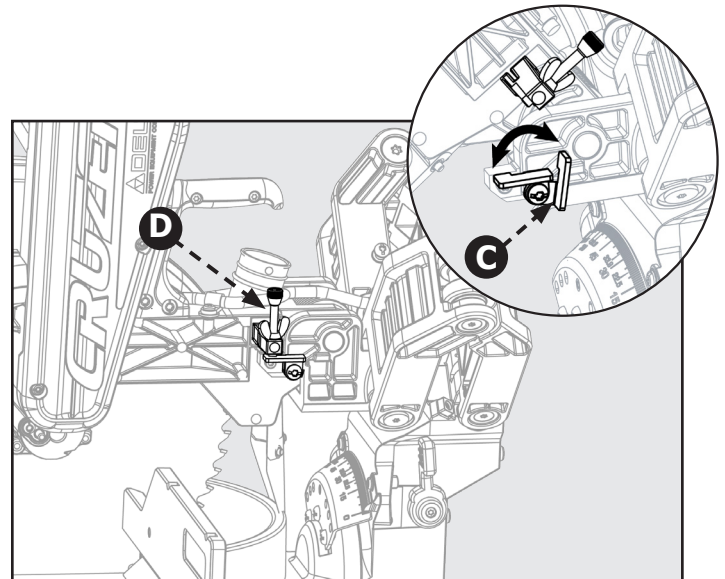

Figure 32
**Consultez la figure 32 et suivez ces instructions afin de régler la butée pour une profondeur spécifique de coupe :** tournez le support de la butée (C) dans le sens antihoraire vers le bas. La profondeur de la coupe peut maintenant être ajustée en tournant la vis d'ajustement de profondeur (D).
**Consultez la figure 32 et suivez ces instructions afin d'effectuer une coupe complète :** tournez le support de la butée (C) dans le sens horaire vers le haut.